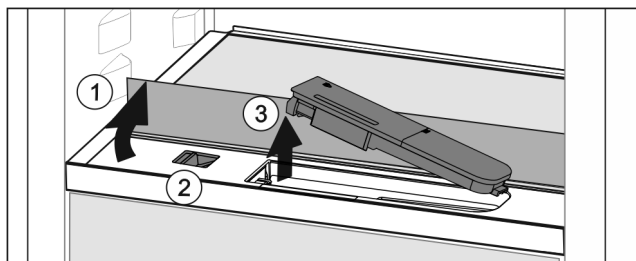

Fig. 134
- Glasplatte anheben und bis zum Anschlag nach hinten klappen Fig. 134 (1).
- Schieber Fig. 134 (2) nach links schieben.
- Wassertank entnehmen Fig. 134 (3).